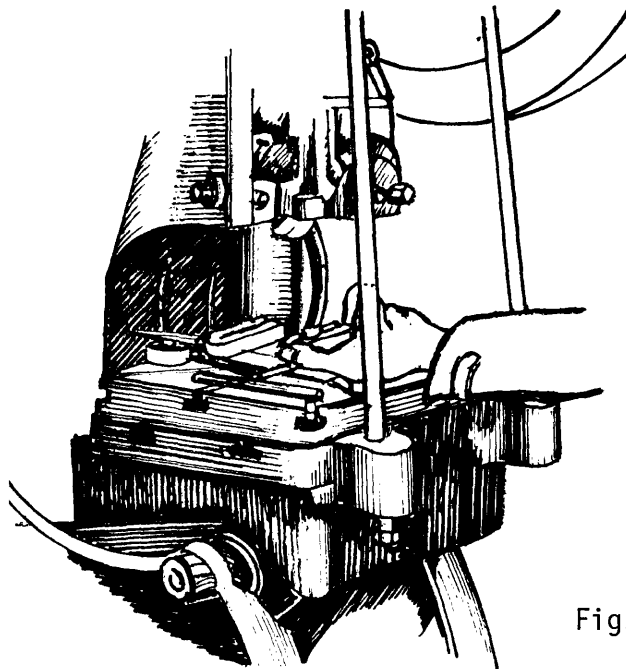

Fig. 2
- ___ d Mueva la estampa inferior para centrarla con respecto a la estampa superior (fig. 2).